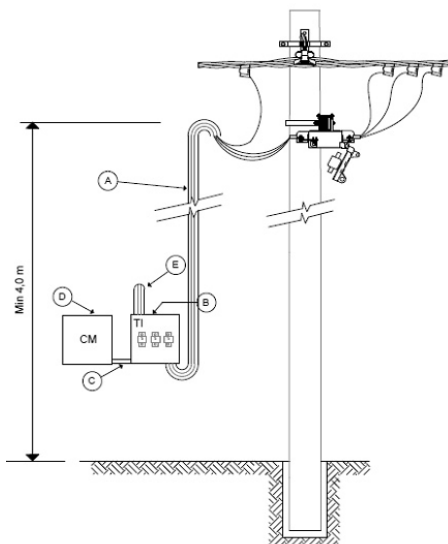

Fig. 1. Acometida sobre fachada desde red aérea
- Caño de PVC semipesado de diámetro interior mínimo de 75 mm para el pasaje de los conductores de interconexión entre la caja de transformadores de intensidad y el tablero principal del usuario. (Ver Fig.1. Acometida sobre fachada desde red aérea).